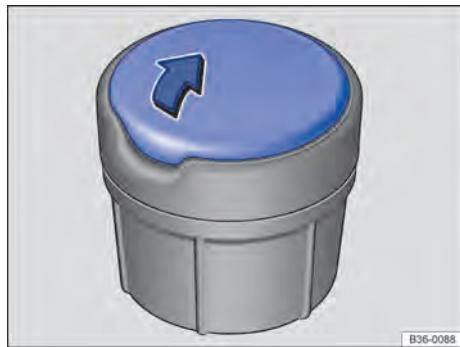

Fig. 158 Cinzeiro móvel.
- Para *abrir*, levantar a tampa do cinzeiro → Fig. 158 no sentido da seta.